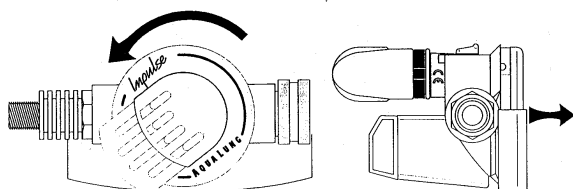

Рис. 1
- Поверните крышку мокрой камеры (25) против часовой стрелки на 45°. Снимите крышку с корпуса (26). (Рис. 1).
- Нажмите на кнопку принудительной подачи (24) для извлечения ее из крышки.
- Используя двухштыревой съемник Micra, выкрутите полностью фиксирующее кольцо диафрагмы (23). Извлеките из корпуса шайбу диафрагмы (22) и саму диафрагму (21).